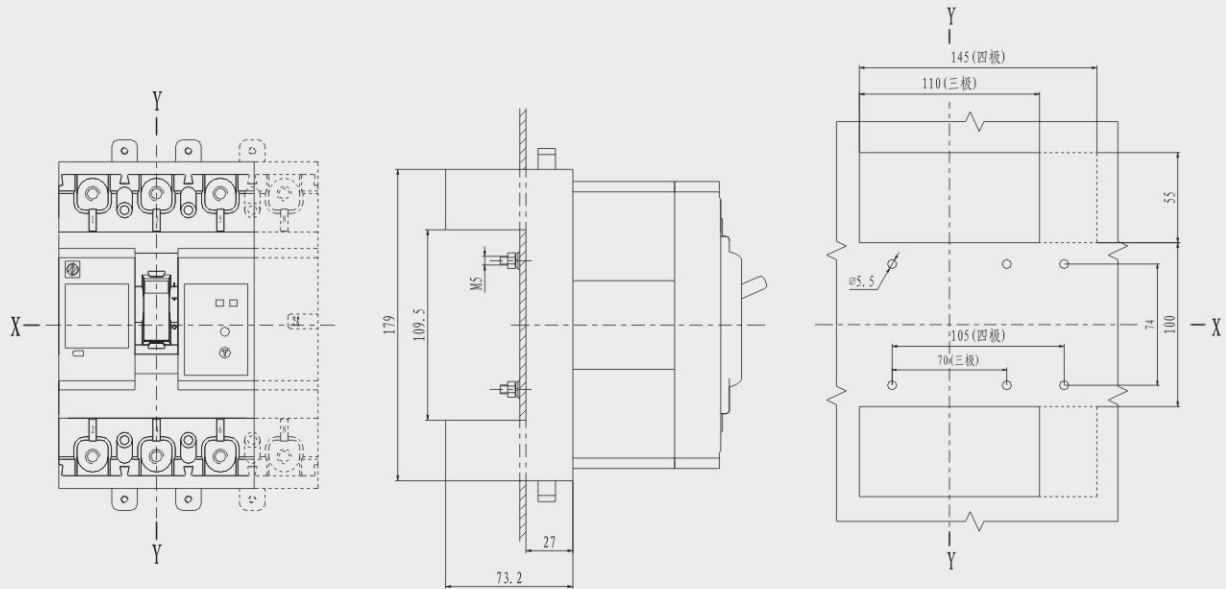

图10
9. HSL6-250 (H、L) 插入式板后接线外形及安装、开孔尺寸 (三极、四极) 见图10